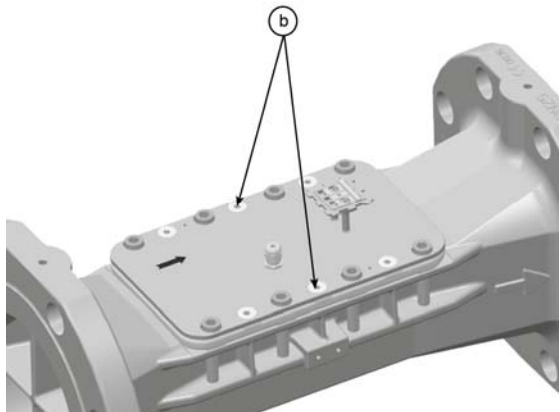

Рис. 9: Винты «b»
- Выкрутить 2 винта «b» (см. рис. 9).